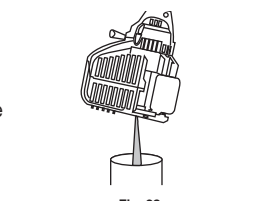

Fig. 38
3. Vierta el aceite fuera del orificio de llenado de aceite en un recipiente inclinando la unidad hasta una posición vertical (Fig. 38). Deje suficiente tiempo como para completar el drenaje.